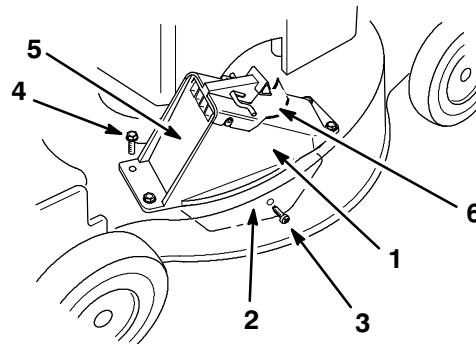

Figure 37
7. Insérer la patte du conduit d'éjection dans le carter de tondeuse (Fig. 37).
9. Faire correspondre la perforation de la patte du conduit et la perforation latérale du carter de tondeuse (Fig. 37).
10. Insérer la vis autotaraudeuse fournie avec le sac de ramassage dans la perforation latérale du carter de tondeuse et dans la patte, et serrer la vis partiellement (Fig. 37).
11. Fixer le conduit d'éjection au carter de tondeuse à l'aide des 3 vis fournies avec le sac de ramassage (Fig. 37).
14. Ouvrir et fermer le volet d'éjection pour s'assurer qu'il peut se mouvoir librement (Fig. 37).